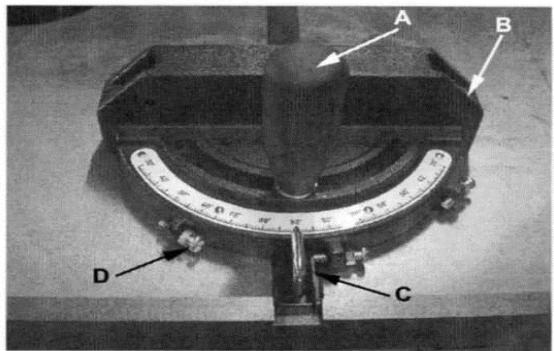

Рис.12
- Чтобы воспользоваться шкалой, ослабьте стопорную ручку (A, Рис. 12) и поверните корпус угломера (B, Рис. 12) под желаемым углом. Чтобы перемещать угломер за ограничители указателей шкалы до  $45^\circ$  или  $90^\circ$ , поставьте в нижнее положение планку(C, Рис. 12).
- Отрегулируйте ограничители, поворачивая один из трех регулировочных винтов (D, Рис. 12).